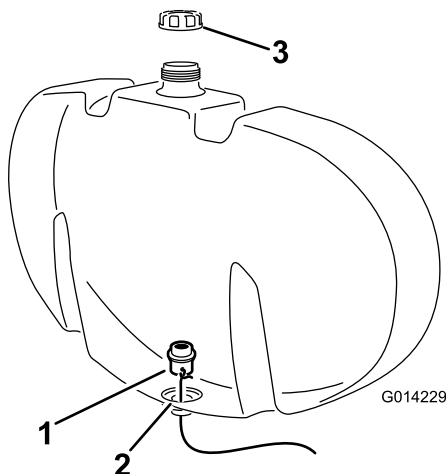

Bild 3
- E. Verlegen Sie das Schott-Anschlussstück mit dem Draht zum offenen Loch unten im Behälter (Bild 3).
- F. Bringen Sie das Schott-Anschlussstück in die richtige Stellung und stellen Sie sicher, dass die durchsichtige Dichtung an der Innenwand des Spülbehälters anliegt (Bild 3).